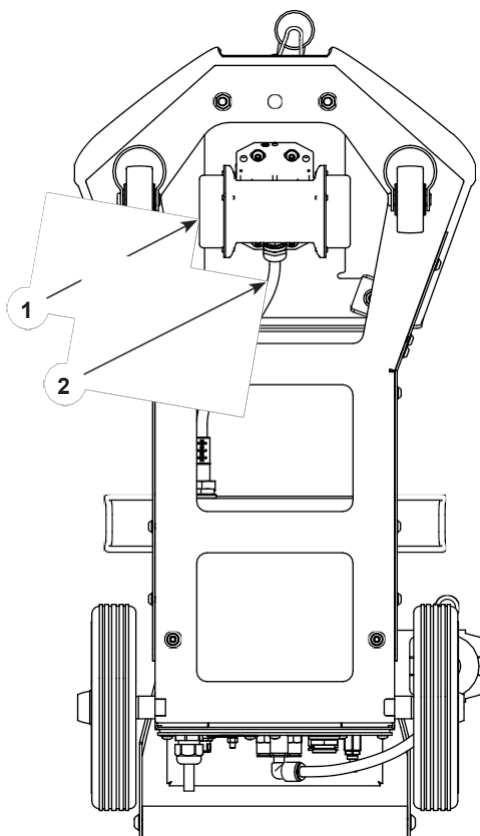

Figura 7-5 Sostituzione del motore del vibratore
Vedere Figura 7-5. Quando si sostituisce il motore del vibratore (1), assicurarsi di ordinare il motore corretto per la tensione del sistema. Controllare l'etichetta sul motore vibrante. I motori di ricambio includono il cavo di alimentazione (2).